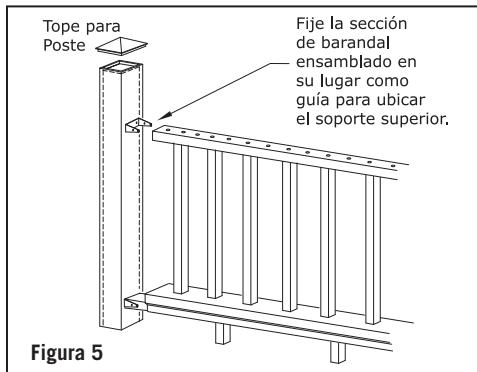

Figura 5
Paso 11: Coloque el conjunto en el barandal interior inferior (Figura 5). Marque la altura para instalar los soportes. En el interior del poste usando el barandal interior como guía. El centro del soporte deberá estar nivelado con la parte superior del ensamble de barandal interior. Al marcar la altura, también marque el centro del poste y el centro del soporte. Usando el soporte como guía, perfore dos orificios de $1/8"$ a través de la cobertura para poste únicamente. Fije el soporte al poste usando dos tornillos para desarmador de cabeza cuadrada de $2"$ de largo. Repita en el poste adyacente. Coloque el ensamble del barandal interior en su lugar y pre-perfore ocho orificios de $1/8"$ dentro del barandal interior. Fije el barandal al soporte usando ocho tornillos de cabeza cuadrada de $1"$.